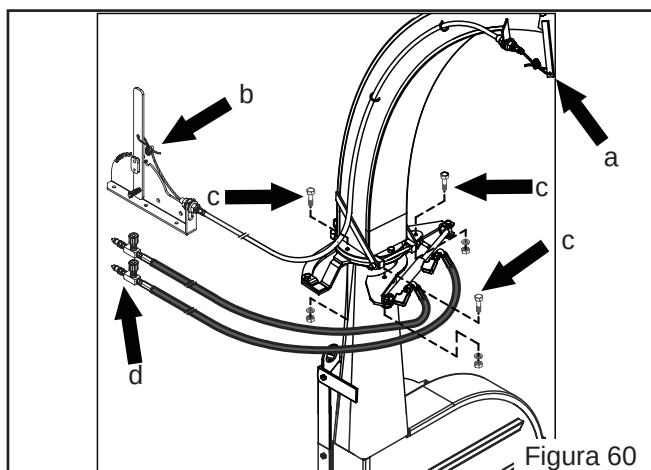

Figura 60
- Fixe o cabo "Push Pull" "a" (Figura 60) na alavanca do sistema de acionamento do direcionador da bica de saída;
- Fixe a alavanca de acionamento "b" (Figura 60) do cabo "Push Pull" no trator;
- Fixe os parafusos "c" (Figura 60) do sistema de acionamento hidráulico de movimentação da bica de saída;
- Acople as mangueiras hidráulicas "d" (Figura 60) no sistema hidráulico do trator.
i) Remova a tampa da caixa de câmbio, solte as engrenagens superiores (Figuras 72 e 73), passe a engrenagem da figura 60 para a posição (Figura 74), monte a engrenagem dupla (Figura 75). Lubrifique as engrenagens com a graxa recomendada (vide capítulo de lubrificação) antes de montar a caixa de câmbio.